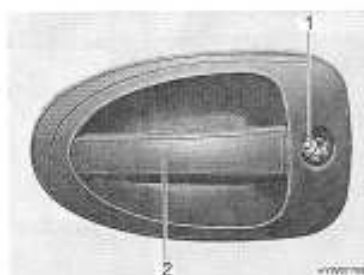

Fig. 34 Serrure de la porte chauffeur, à l'extérieur
Ouvrir : ■ Insérer la clé dans le barillet (Fig. 34,1) et la tourner jusqu'à ce que la serrure de la porte soit déverrouillée.
■ Tirer sur la poignée de la porte (Fig. 34,2). La porte est ouverte.
Verrouiller : ■ Insérer la clé dans le barillet (Fig. 34,1) et la tourner jusqu'à ce que la serrure de la porte soit verrouillée.